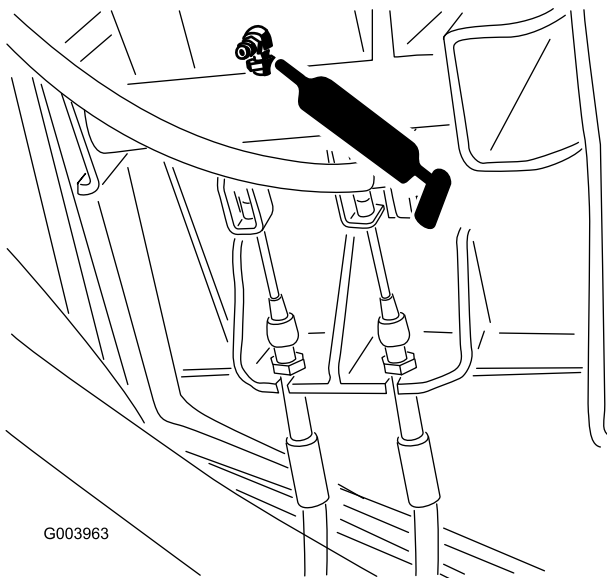

Figura 58
- Pedal do travão (1) (Figura 58)